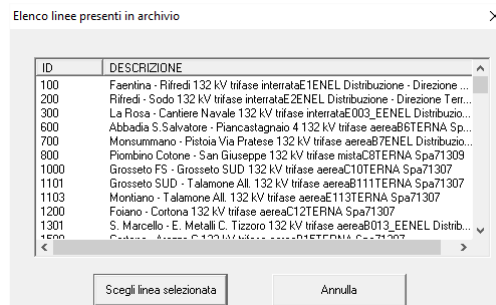

Fig. 14 - Elenco linee in archivio, da cui importare i sostegni.
- Sostegni linea da archivio: si importano i sostegni di una linea già inserita (Fig. 14). Questo è utile nel caso di una linea in doppia terna, qualora una delle terne sia già inserita in archivio.